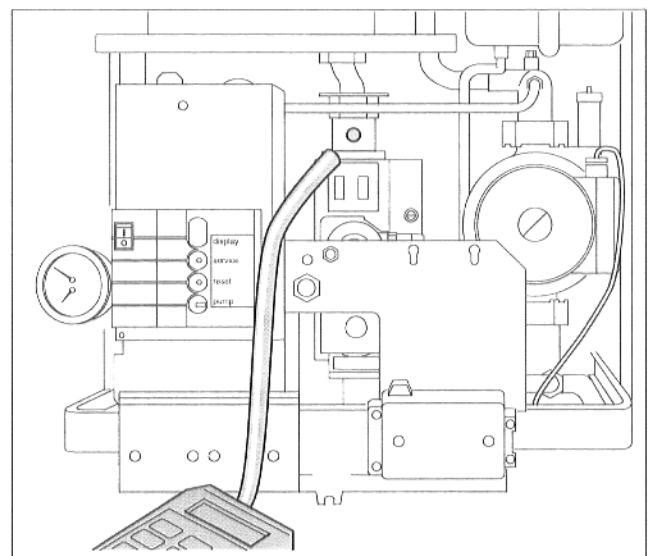

Abb. 20 Brennerdruck kontrollieren
- Verschußschraube des Meßnippels (Abb. 20) zwei Umdrehungen lösen.